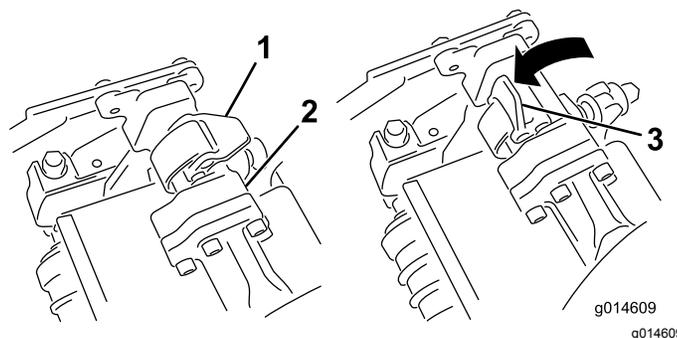
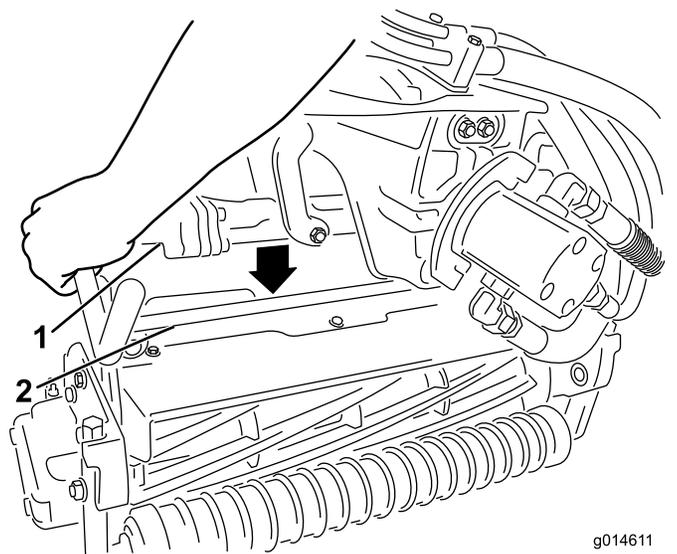

Рисунок 43
Рисунок 44
3. Когда защелки на штанге рычага подвески направлены вверх (т.е. открыты) (Рисунок 43), нажмите на рычаг подвески так, чтобы штанга села на поперечный стержень наверху режущего блока (Рисунок 44).
4. Опустите защелки и поверните вокруг стержня режущего блока и заблокируйте их (Рисунок 43).
- Откройте защелки на штанге рычага подвески режущего блока, который необходимо снять (Рисунок 43).